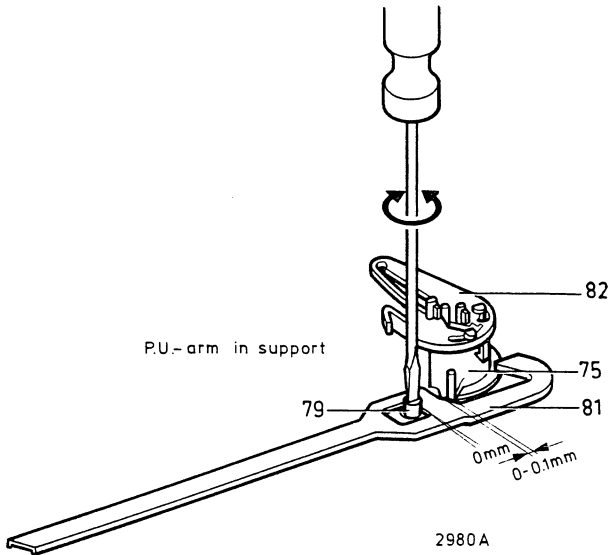

Fig.2
When the PU arm moves to the middle, the projection on holder 75 moves backwards in pawl strip 81. When the needle is 65 mm from the centre of the turntable (1/2 critical diameter), this projection abuts against the back of pawl strip 81. As soon as the stylus reaches the large pitch groove, pawl strip 81 is shifted and pawl 84 moves into the track of the switch-off projection. This switch-off projection pushes the pawl out of the way; thus, the stop mechanism is put in action (see Fig. 2). If the normal groove of the record is partly within the radius of 65 mm, the switch-off projection under the control disc pushes the pawl somewhat away. Only if the large pitch groove is reached by the stylus, does the control disc push the pawl out of the way.
Wanneer de PU-arm zich naar het midden beweegt, zal de nok op houder 75 zich naar achteren in tasterstrip 81 bewegen. Als nu de naald 65 mm (1/2 scherpsteldiameter) van het hart van de draaitafel verwijderd is, zal deze nok aanliggen tegen de achterzijde van de tasterstrip 81. Wanneer nu de naald in de grote spoedgroef komt zal de tasterstrip 81 verschoven worden en komt taster 84 in de baan van de uitschakelnok. Deze uitschakelnok zal de taster wegduwen en zodoende het afslagmechanisme in werking stellen (zie instelling automatische afslag, fig. 2). Als nu de normale groef van de plaat doorloopt binnen de straal van 65 mm zal de uitschakelnok onder de commandoschijf de taster steeds iets omleggen. Pas als de grote spoedgroef voor de naald komt zal hij de taster wegduwen.
b. Correction item number Fig. 2
b. In Fig. 2 please change item 82 into item 77.
b. Korrektie positienummer Fig. 2
b. Gelieve in Fig. 2 Pos. 82 te corrigeren in Pos. 77.
b. Correction d'un numéro de référence de la Fig. 2
b. Veuillez changer le no de référence de la Fig. 2; 77 au lieu de 82.
b. Korrektur der Positionsnummer Abb. 2
b. Pos. 82 in Abb. 2 muss Pos. 77 sein.
b. Rectificación de un número de posición en la Fig. 2
b. Sírvanse modificar en la Fig. 2 a pos. 82 en pos. 77